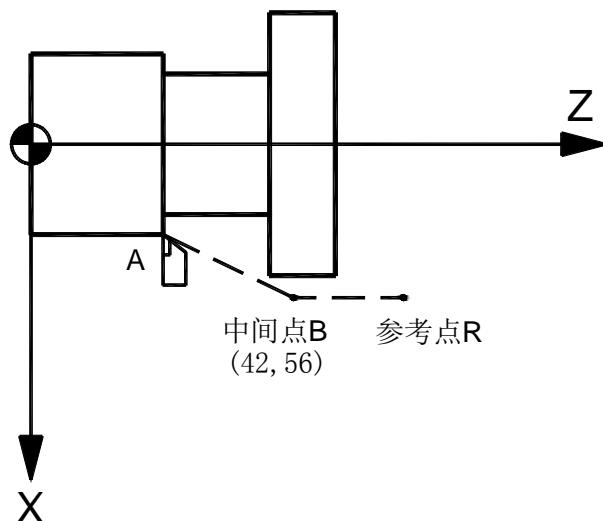

图 2-11
- (1) 以快速回零速度（由参数 P109 设定）从当前位置定位到指令轴的中间点位置（A 点—B 点），如图 2-11。
- (2) 以快速回零速度从中间点向参考点方向移动（B 点—R 点）。
- (3) 检测到减速信号后，低速运行（由参数 P043 设定）寻找精定位信号。
- (4) 检测到精定位信号后，返回零点执行完毕，回零灯亮。